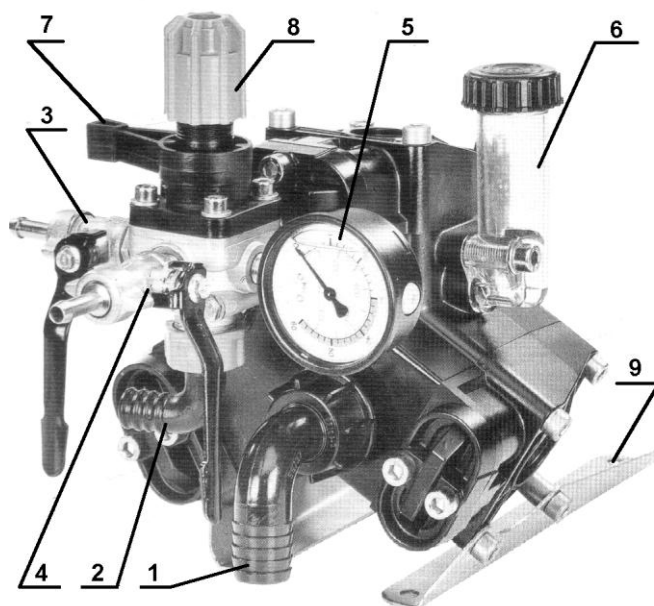

Рис. 2. Насос с регулятором давления.
Насос мембранно-поршневого типа крепится к раме машины кронштейнами 9 (рис. 2), имеет входной 1 патрубок, патрубок 2 сброса излишков жидкости, емкость 6 для определения наличия масла для смазки подвижных деталей, оснащен регулятором давления, включающим регулировочную гайку 8, главный клапан, приводимый рычагом 7, манометр 5, кран 3 для подачи жидкости к рабочему органу и кран 4 для подачи жидкости на гидромешалку.
5.2.7. Перевести рычаг 7 (рис. 2) главного крана в положение "0" (повернуть против часовой стрелки до упора), обеспечив безопасный режим запуска насоса. Регулировочную гайку 15 отвернуть против часовой стрелки до упора.
5.2.12. Перевести рычаг 7 (рис. 2) главного крана в положение "0" (повернуть против часовой стрелки до упора). Регулировочную гайку 15 отвернуть против часовой стрелки до упора.
5.3.5. Перевести рычаг 7 (рис. 2) главного крана в положение "I" (повернуть по часовой стрелке до упора). Вращая регулировочную гайку 15, установить требуемое (расчетное) давление жидкости в системе нагнетания, контролируя его по манометру при работающем гидравлическом пистолете.